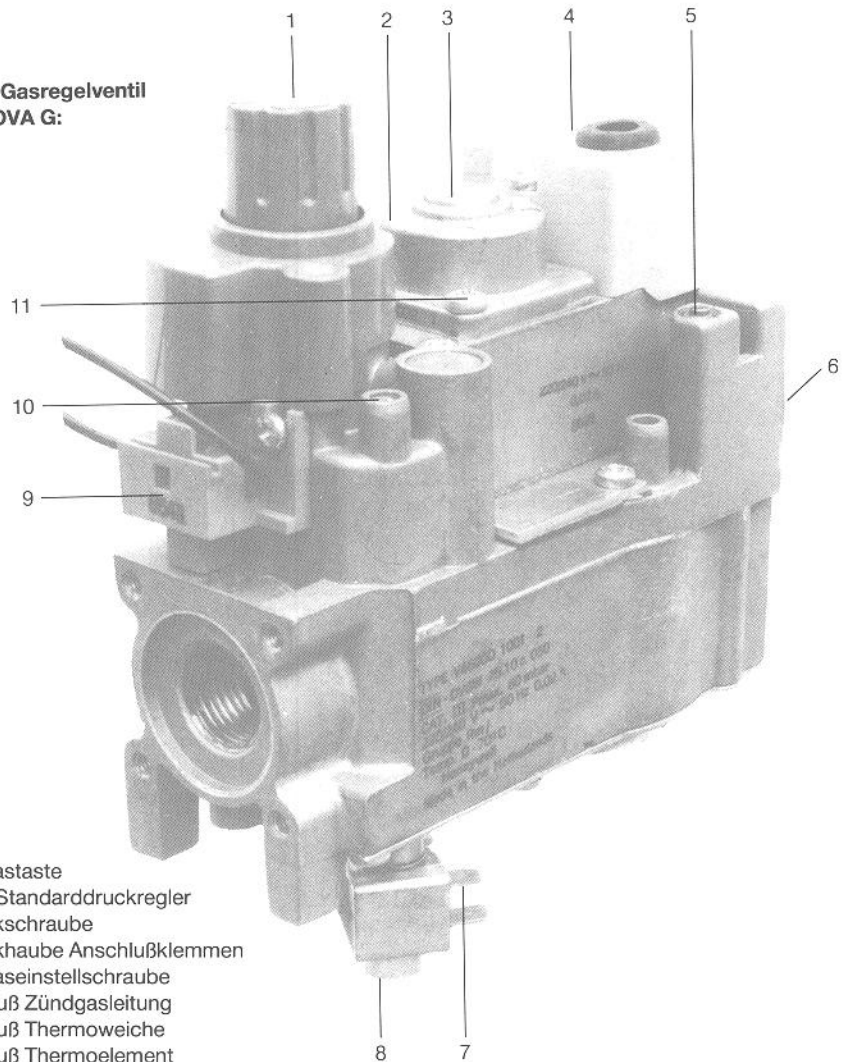

Abb. 18
2. Betriebsschalter auf Stellung »Aus« (0).
4. Zündgastaste (Abb. 18 Pos. 1) ganz eindrücken, bis das Zündgeräusch akustisch wahrnehmbar ist.
Nach erfolgter Zündung der Zündgasflamme (siehe Spiegel an der Zündeinrichtung) gibt die thermoelektrische Flammenüberwachung (Abb. 18 Pos. 8) den Zündgasweg (Abb. 18 Pos. 6) frei. Wegen der Trägheit des Thermoelements die Starttaste noch einige Sekunden eingedrückt halten. Erlischt die Zündflamme wieder, so ist der Zündvorgang bis zu fünfmal zu wiederholen.
5. Mittels Schraubendreher die Zündgasflamme an der Zündgaseinstellschraube (Abb. 18 Pos. 5) einstellen.
6. Betriebsschalter auf Stellung »Ein« (1).
Die Zündgastaste (Abb. 18 Pos. 1) am Gasregelventil in Pfeilrichtung drehen, bis die Taste nach oben ausrastet. Die gesamte Gaszufuhr zum Brenner ist unterbrochen.
2. Nach Entfernen der Abdeckschraube am Gasregelventil (Abb. 18 Pos. 3) Düsendruck mittels Schraubendreher auf gewünschten Wert einstellen.
5. Am vorhandenen Druckregler (Abb. 18 Pos. 2) die Abdeckschraube (Abb. 18 Pos. 3) entfernen und den gewünschten Düsen- druck laut Tabelle (Abb. 22 Seite 12) einstellen. Nach erfolgter Einstellung Abdeck- schraube wieder verschließen. Der vorhandene Gasdruckregler ist für alle Gase der 2. und 3. Familie zugelassen und hat einen Einstellbereich von 5 bis 50 mbar. Der Einstell- druck für Butan beträgt bei Nennwärme- belastung des Wärmeerzeugers 30 mbar.